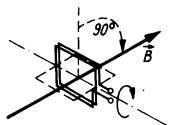

Bild 74
- 8.31** Eine flache Spule, deren Flächennormale zunächst parallel zum Flußdichtevektor eines Magnetfeldes steht, wird in dem im Bild 74 dargestellten Drehsinn um 90° gekippt. Geben Sie die Polung der dabei